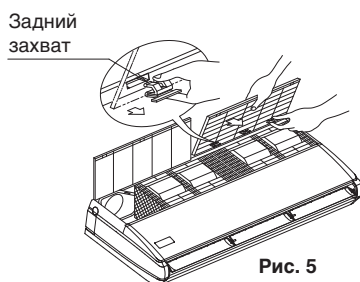

Рис. 5
- Оставьте решетку воздухозаборника открытой. Чтобы снять решетку, нужно, удерживая захват на задней части, одновременно потянуть ее на себя. (См. рис. 5)